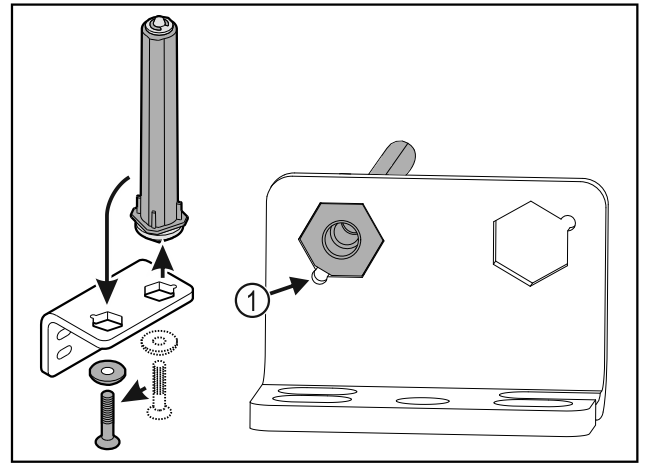

Fig. 35
- ▶ 在安装时请注意，让螺栓斜面 Fig. 35 (1) 朝向圆孔。